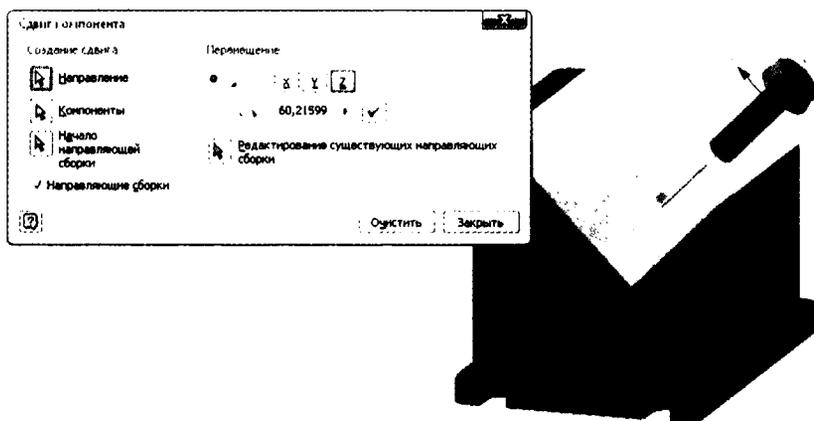

Рис. 13.2. Перемещение компонентов
8. Вы можете не использовать настройки перемещения и просто нажать в пустой части рабочего пространства и перетащить вправо примерно на **60 мм**, как показано на рис. 13.2.